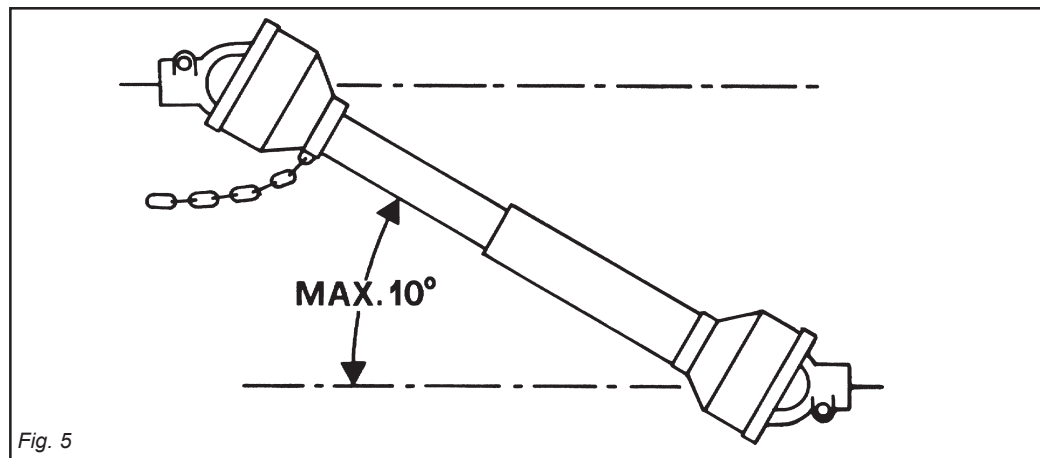

Fig. 5
- 40) Disinserire, sempre, la presa di forza quando l'albero cardanico fa un angolo troppo aperto (mai oltre i 10 gradi - Fig.5) e quando non viene usata.
- 40) Die Zapfwelle immer ausschalten, wenn die Gelenkwelle einen zu großen Winkel einnimmt (nie über 10 Grad - Abb.5) und wenn sie nicht gebraucht wird.